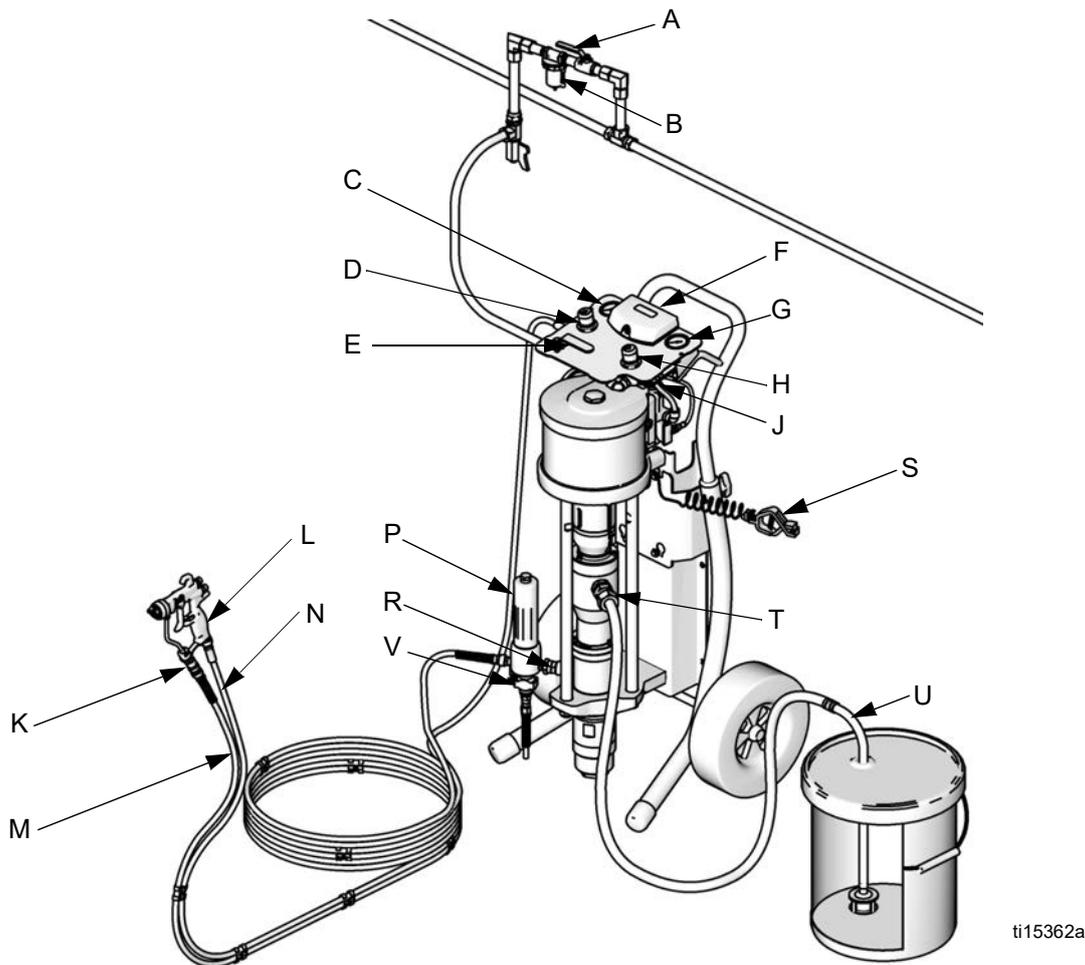

FIG. 2. Installazione tipica su carrello
FIG. 1 e la FIG. 2 sono solo guide per la selezione e l'installazione dei componenti e gli accessori del sistema. Contattare il distributore Graco per l'assistenza nella progettazione di un sistema adatto alle proprie necessità specifiche.
FIG. 1 e FIG. 2
Vedere FIG. 1 e FIG. 2. I componenti variano in base al pacchetto ordinato. Vedere le tabelle nelle pagine da 10 a 16. Il pacchetto può includere:
Installare i seguenti accessori nell'ordine mostrato nella FIG. 1 e FIG. 2, utilizzando se necessario gli adattatori.
1. Vedere FIG. 2. Collegare l'estremità del flessibile blu del fluido (M) senza il girevole della pistola (K) all'uscita della pompa (R) o all'uscita del filtro (P).
2. Collegare un'estremità del flessibile dell'aria (N) al regolatore dell'aria della pistola (D).
3. Collegare l'altra estremità del flessibile dell'aria (N) all'ingresso aria posto alla base della pistola (L).
4. Collegare l'altra estremità del flessibile blu del fluido (M), con il girevole della pistola (K), all'ingresso del fluido della pistola.
2. Vedere FIG. 2. Disattivare la valvola dell'aria principale del tipo a spurgo (E).